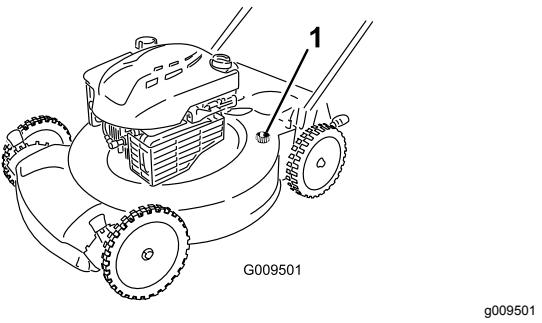

Figura 20
- Conecte una manguera de jardín que esté conectada a un grifo al orificio de lavado (Figura 20).